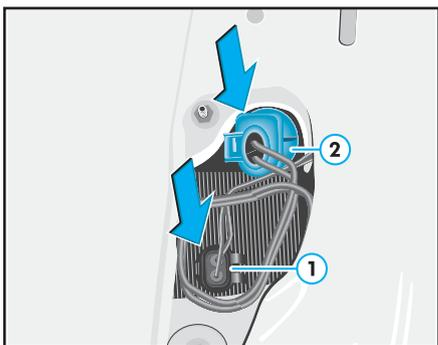

Fig. 192 Soporte de las lámparas en el portón trasero
- Desconecte el conector ⇒ fig. 192